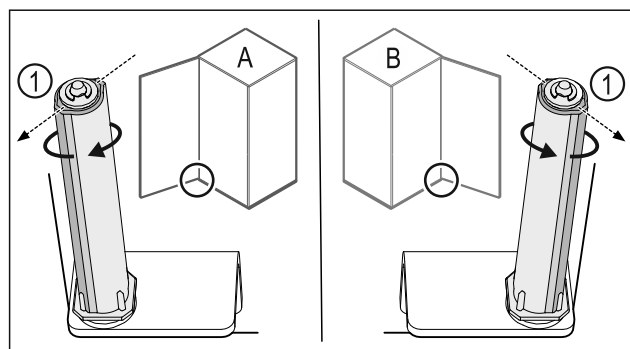

Fig. 48 Розкриття ліворуч (A) / Розкриття праворуч (B)
- Систему закриття повертати проти опору доки перемичка системи закриття Fig. 48 (1) не показуватиме назовні.